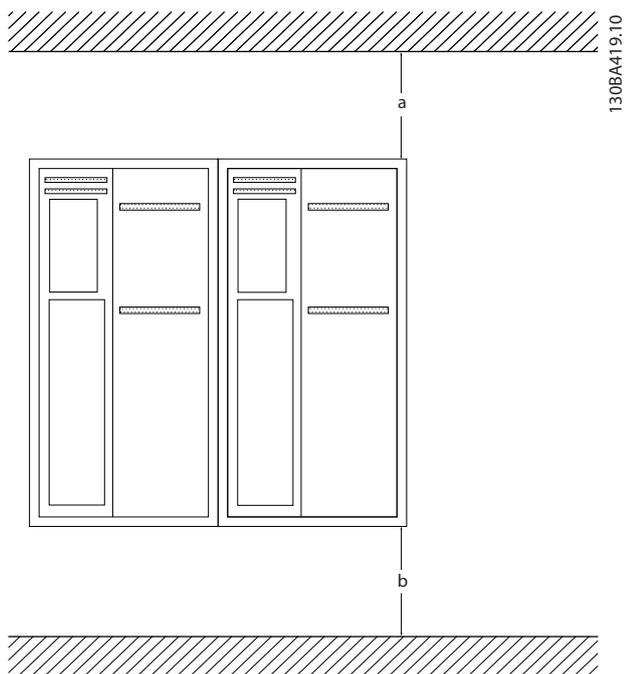

Ilustración 2.1 Espacio libre para refrigeración por encima y por debajo
- Se requiere un espacio libre por encima y por debajo para la refrigeración por aire. Generalmente, son necesarios 100-225 mm (4-10 in). Consulte *Ilustración 2.1* requisitos de espacio libre